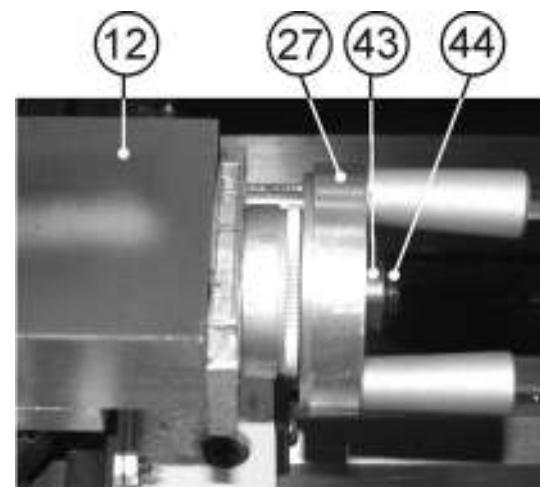

Рис.7
### 9.4. Регулировка перемещения ходовых винтов суппортов (Рис. 7, 8)
9.4.1. Для регулировки перемещения ходового винта поворотного суппорта (12) ослабьте фиксацию гайки (43) поворотом винта (44) против часовой стрелки. Вращая гайку (43) по часовой стрелке, выберите люфт. Вращение маховика подачи поворотного суппорта (27) должно быть свободным и плавным. Поворотом против часовой стрелки винта (44) зафиксируйте положение гайки (43), Рис.7.